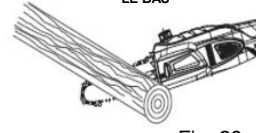

Fig. 23
**TRONÇONNAGE PAR LE HAUT** – Commencez par le dessus du billot avec le bas de la chaîne contre celui-ci; exercez une légère pression vers le bas. Notez que la tronçonneuse aura tendance à tirer. (Fig. 23)
**TRONÇONNAGE PAR LE BAS** – Commencez par le dessous du billot avec le haut de la chaîne contre celui-ci; exercez une légère pression vers le haut. Lors du tronçonnage par le bas, la tronçonneuse aura tendance à pousser. Soyez prêt pour cette réaction et tenez fermement la tronçonneuse pour en conserver le contrôle. (Fig. 23)